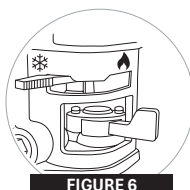

FIGURE 6
- WITH THE ENGINE, COOL OR FIRST START OF THE DAY, POSITION THE THROTTLE LEVER SLIGHTLY TO THE RIGHT (+) AND POSITION THE CHOKE LEVER IN THE CLOSED POSITION;(**FIGURE 6**)